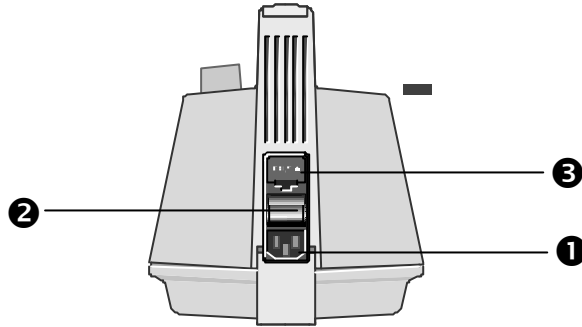

Bild 2. Rückseite **Atmolit 26**
- Stecken Sie das Netzkabel in die Netzanschlussbuchse (①, Bild 2) und verbinden Sie den Netzstecker mit der hausseitigen Netzanschlussdose.
- Mit dem Schalter (②, Bild 2) können Sie das Gerät in Betrieb nehmen.